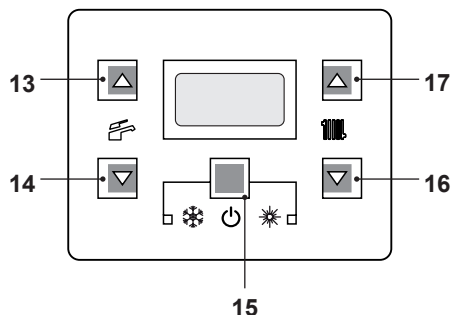
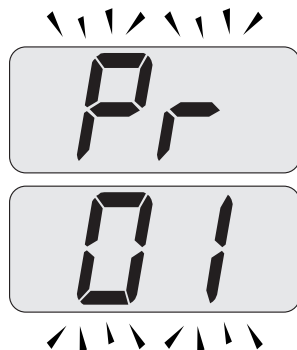

Figura 9.18
Figura 9.19
- Entrare in "modalità programmazione" premendo contemporaneamente per 10 secondi i tasti 15 - 16 - 17 (Figura 9.18) fino a far apparire sul display LCD le lettere **Pr** che si alternano con il codice **01**, indicanti l'entrata nel "parametro 01" (Figura 9.19).
- Premere contemporaneamente i tasti 16 e 17 (Figura 9.18) fino a far apparire sul display LCD le lettere **LP** che si alternano con il valore di temperatura dell'acqua di riscaldamento (es. **45**), indicanti l'entrata nell'attivazione della "funzione spazzacamino" alla potenza minima in sanitario (Figura 9.20).
- Premendo il tasto 17 (Figura 9.18) è possibile variare la potenza in modalità spazzacamino: con visualizzazione sul display LCD delle lettere **hP** che si alternano con il valore di temperatura dell'acqua di riscaldamento (es. **32**), siamo in "funzione spazzacamino" alla potenza minima in riscaldamento (Figura 9.21).
- Ripremendo contemporaneamente per 10 secondi i tasti 15 - 16 - 17 (Figura 9.18)